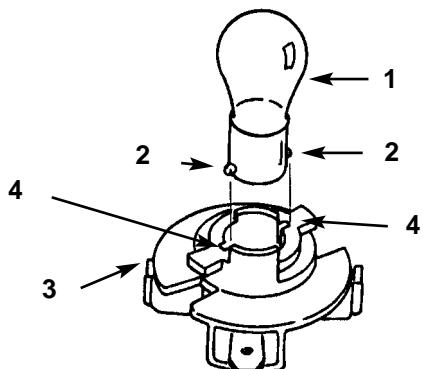

Fig. 36
1. Lo zoccolo della lampada è provvisto di spine metalliche. Allineate le spine con le guide nel portalampada, ed inserite lo zoccolo nel portalampada (Fig. 36). Spingete la lampada e giratela in senso orario fin quando non si ferma.
9. Con il bullone ed il galletto collegate il conduttore positivo (rosso) al polo positivo (+) della batteria (Fig. 36). Infilate la guaina di gomma sul polo della batteria.